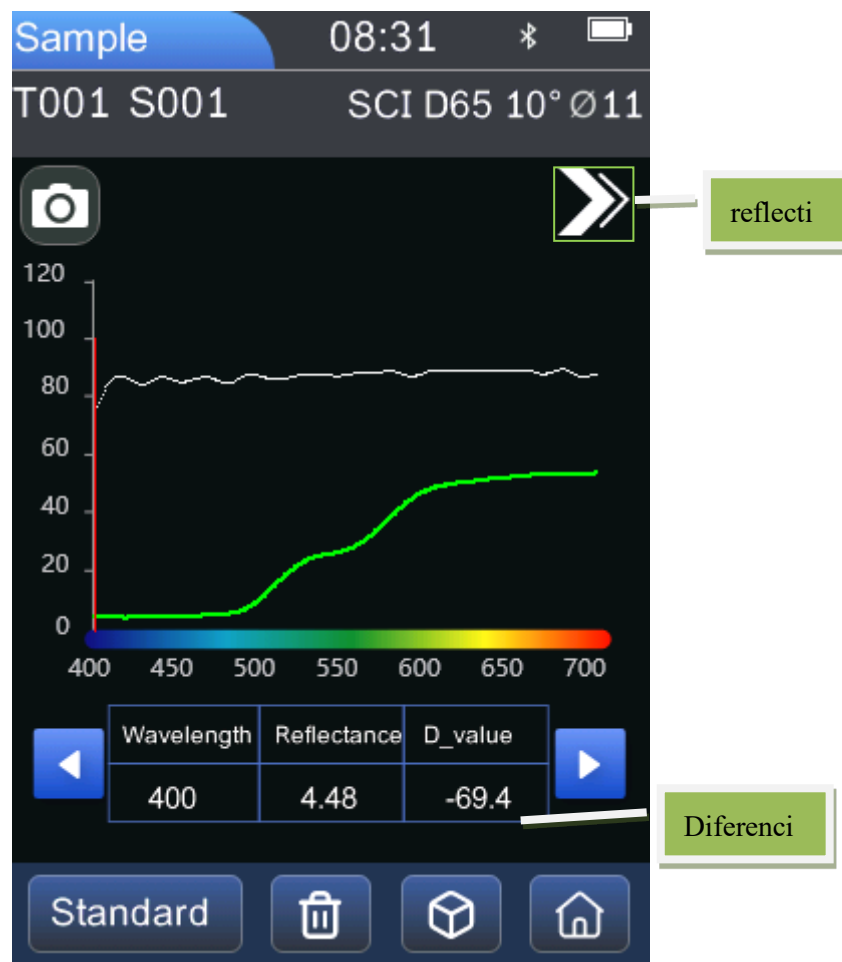

Figura 10 Reflectividad medida de la muestra
7) **Diferencia de reflectancia:** a la reflectividad actual, mide la diferencia entre la muestra y el estándar. Como se muestra en la Figura 10, haga clic en el botón , y la longitud de onda de la luz de la muestra medida actualmente, la reflectividad de la muestra y la diferencia estándar de reflectividad de la muestra se alternarán a intervalos de 10 nm.